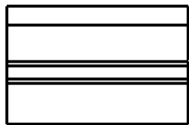
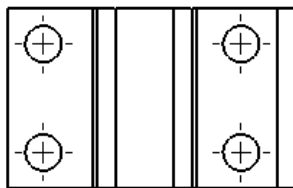

图 8.5.4 创建左视图
图 8.5.5 创建俯视图
(1) 选取要投影的视图。选取主视图作为要投影的视图。
(2) 选择命令。选择下拉菜单 **插入(I)** → **工程图视图(V)** → **投影视图(P)** 命令, 系统弹出“投影视图”对话框, 且在图形区显示投影视图预览。
(3) 在主视图的右侧单击, 生成的左视图如图 8.5.4 所示。
(4) 单击“投影视图”对话框中的 ☒ 按钮, 完成左视图的创建。
Step6. 创建俯视图。参照上面的步骤创建图 8.5.5 所示的俯视图。
(1) 在工程图模块中, 选择下拉菜单 **插入(I)** → **工程图视图(V)** → **轴测视图(A)** 命令, 系统弹出“轴测视图”对话框。